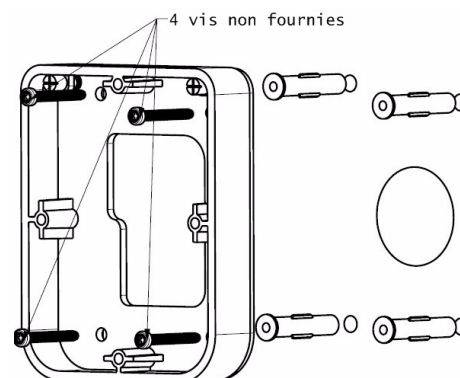

Figure 3.11: Fixation de l'entretoise d'assemblage
4. Fixer l'entretoise d'assemblage au mur à l'aide des quatre vis de 3 mm de diamètre (non fournies ; voir Figure 3.11).